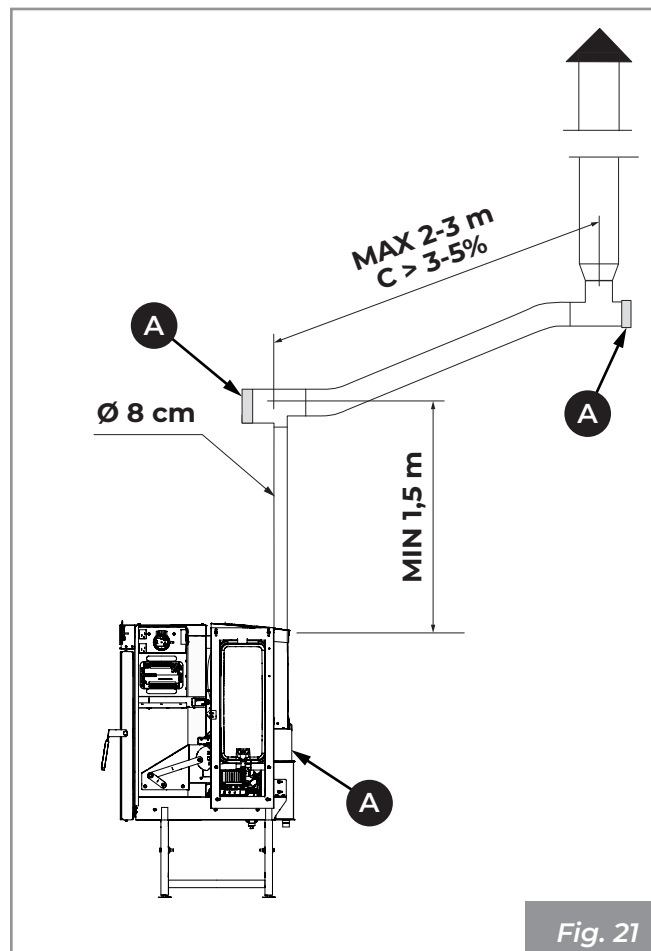

Fig. 21
Si consiglia di effettuare un massimo di 3 variazioni di direzione, oltre a quello derivante dal collegamento posteriore dell'apparecchio al camino, utilizzando delle curve a 45° - 90° o dei raccordi a Tee (**Fig. 21**).
Utilizzare sempre un raccordo a Tee con tappo di ispezione (A) ad ogni variazione orizzontale e verticale del percorso di scarico fumi (**Fig. 21**).
I tratti orizzontali devono avere una lunghezza massima di 2-3 m con una pendenza verso l'alto del 3-5% (**Fig. 21**).